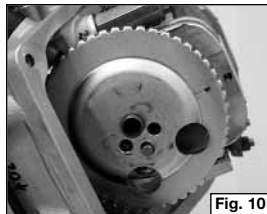

Fig. 10
- Smontare la ruota fonica (Fig. 10).
- Remove the phonic wheel (Fig. 10).
- Démontez la roue phonique (Fig. 10) .
- Montare la ruota fonica ed allineare i riferimenti sulla stessa e la testa (**Fig. 10**).
- Reassemble the phonic wheel aligning the timing mark with the head (**Fig. 10**).
- Monter la roue phonique en faisant correspondre les marques sur elle-même et sur la culasse (**Fig. 10**) .